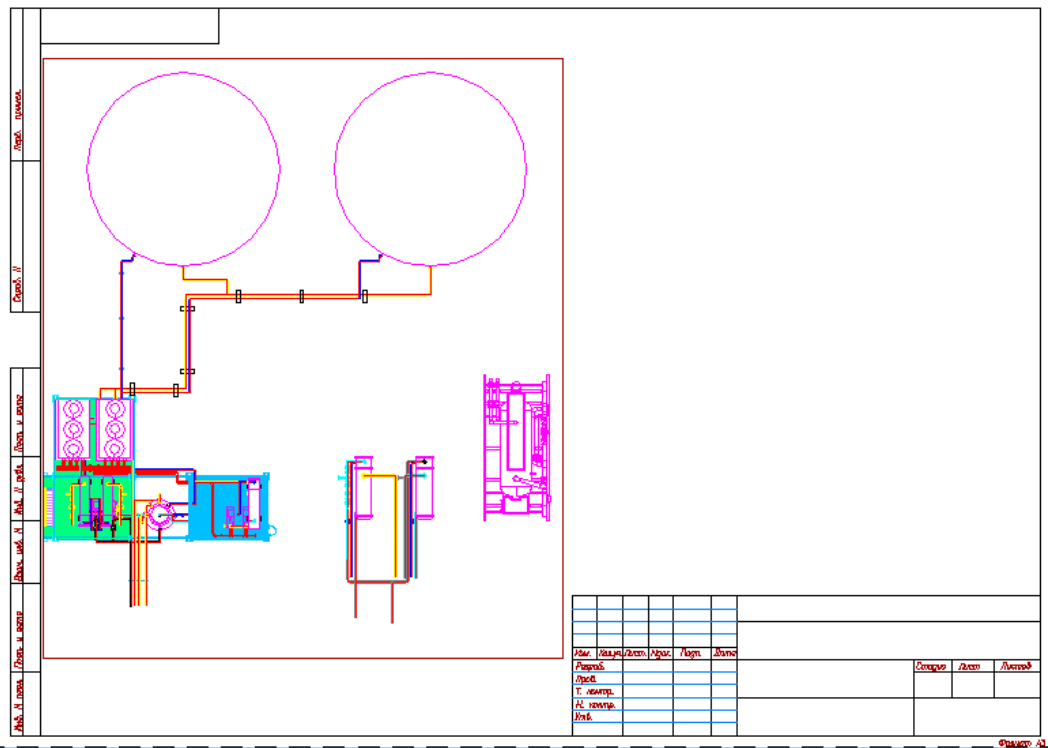

Рис. 126
- Вы можете видеть полученный чертеж. Если потребуется, месторасположение вида можно изменить (Рис. 126).